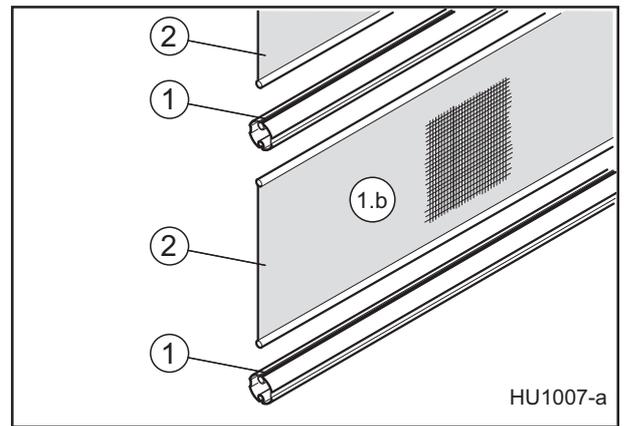

Abb. 9
Schieben Sie nun abwechselnd waagerechte Stabilisierungsprofile (1) und Behänge (2) an den Erstbehang weiter auf und wickeln Sie diese mit Hilfe der beigelegten Handkurbel für den Antrieb auf. Die Reihenfolge der Behänge muss entsprechend der Nummerierung stattfinden: 1a danach 1b usw. (siehe Abb. 9). Gleichzeitig werden die Beschwerungsrohre (40/20) in die Aluminiumrohre eingeschoben.